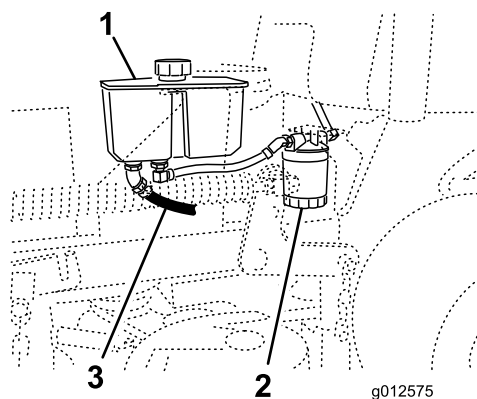

Figura 72
4. Individuate il flessibile idraulico anteriore sotto il serbatoio idraulico e collocate una bacinella di spurgo sotto il serbatoio (Figura 72).